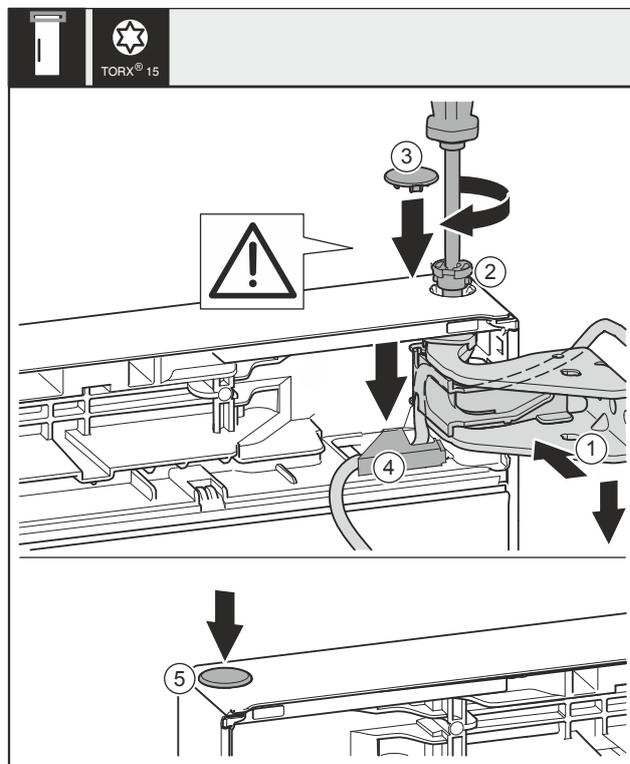

Fig. 44
- ▶ Allineare la porta superiore all'apertura nel blocco di supporto Fig. 44 (1).
- ▶ Inserire i perni Fig. 44 (2) e stringerli con un cacciavite.
- ▶ Montare la copertura del fusibile sul fusibile della porta: Inserire la copertura del fusibile Fig. 44 (3) e controllare se appoggia sulla porta. Altrimenti inserire completamente i perni.
- ▶ Inserire la copertura Fig. 44 (4) e spingere verso il basso, finché non si innesta.
- ▶ Inserire il tappo Fig. 44 (5).